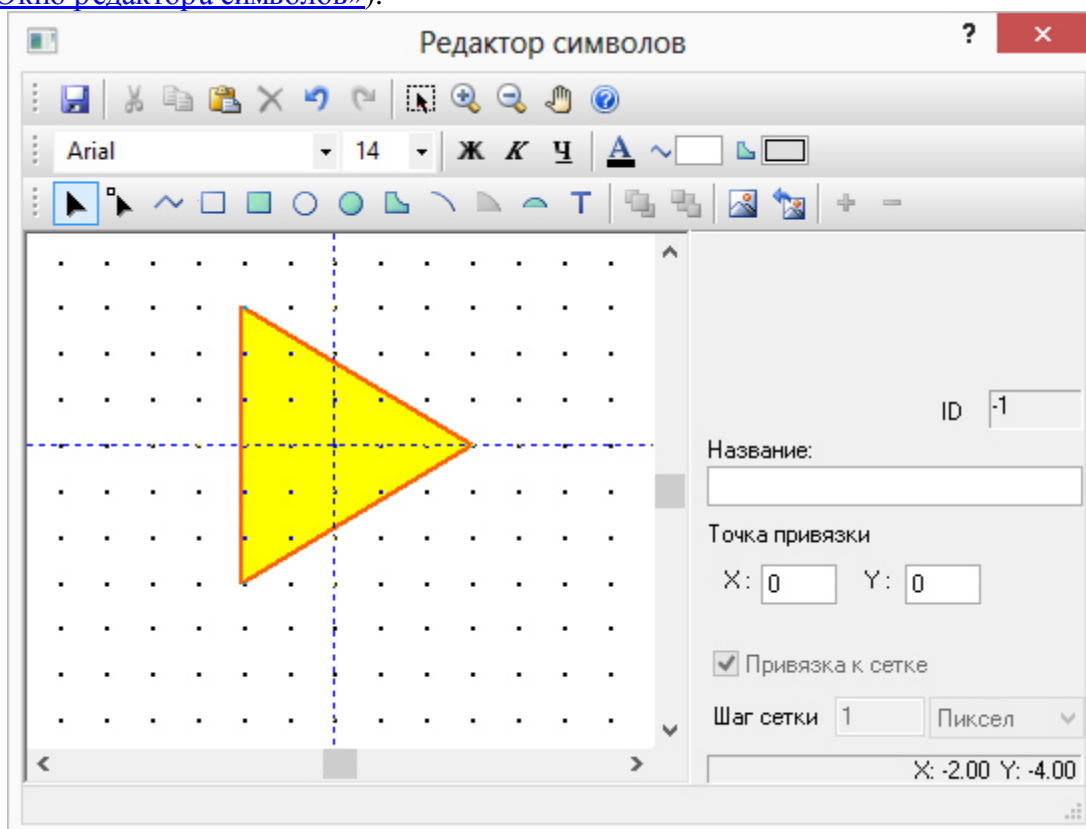

Рисунок 33. Окно редактора символов
2. Нажмите кнопку **Изменить**. На экране появится редактор символов, (Рисунок 33, «Окно редактора символов»).